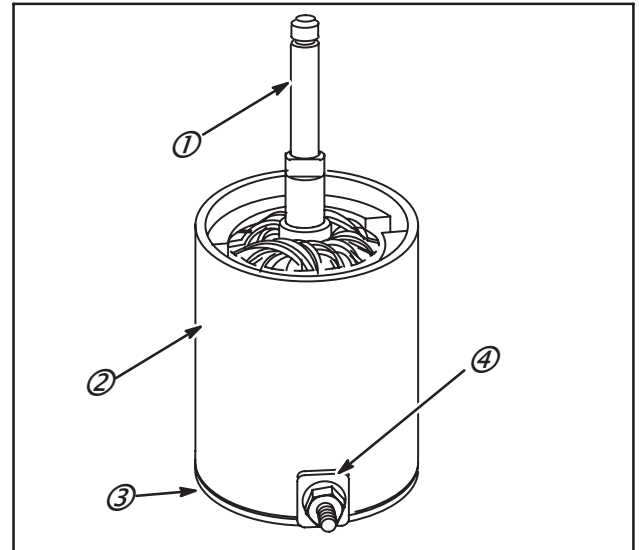

Fig. 72
4. Glisser le boîtier du démarreur sur le rotor avec l'encoche tournée vers le porte-balais, Fig. 72.